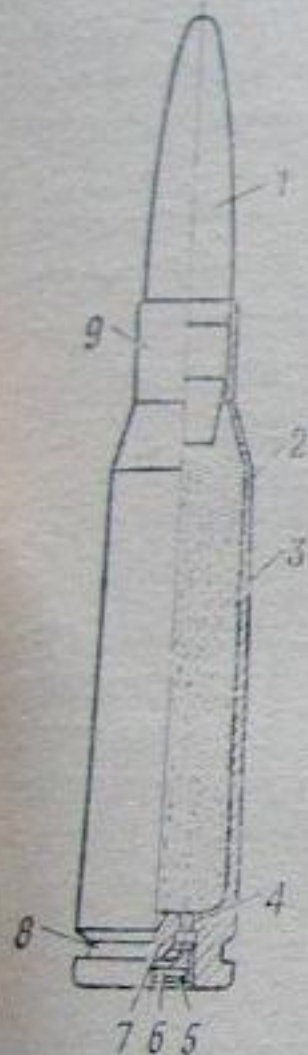

Рис. 36. Боевой патрон:
23. Боевой патрон (рис. 36) состоит из пули, гильзы, порохового заряда и капсюля.